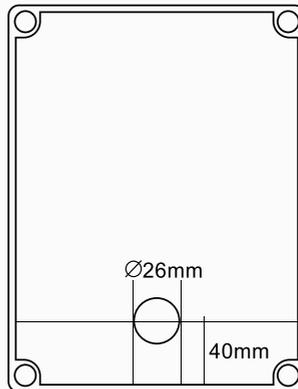

Abbildung 5: Vorlage Loch bohren bei Zuleitung von hinten
7. Bohren Sie gemäß Abbildung 5 ein Loch (Durchmesser 26 mm, 40 mm Abstand zur Unterkante) in die zur Wand zeigende Seite des Innengehäuses.